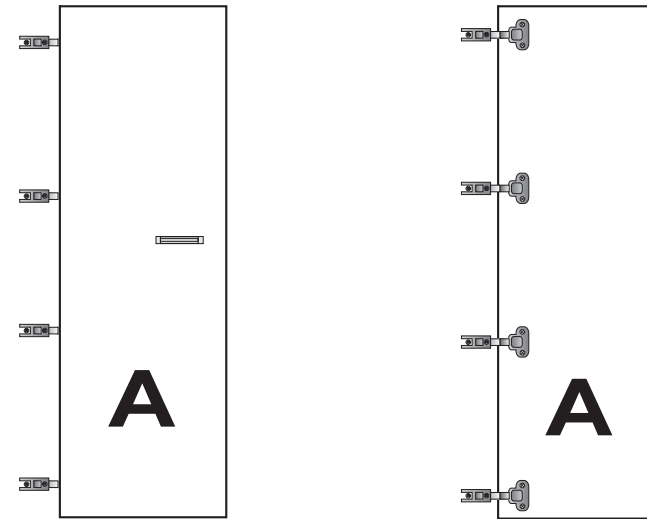
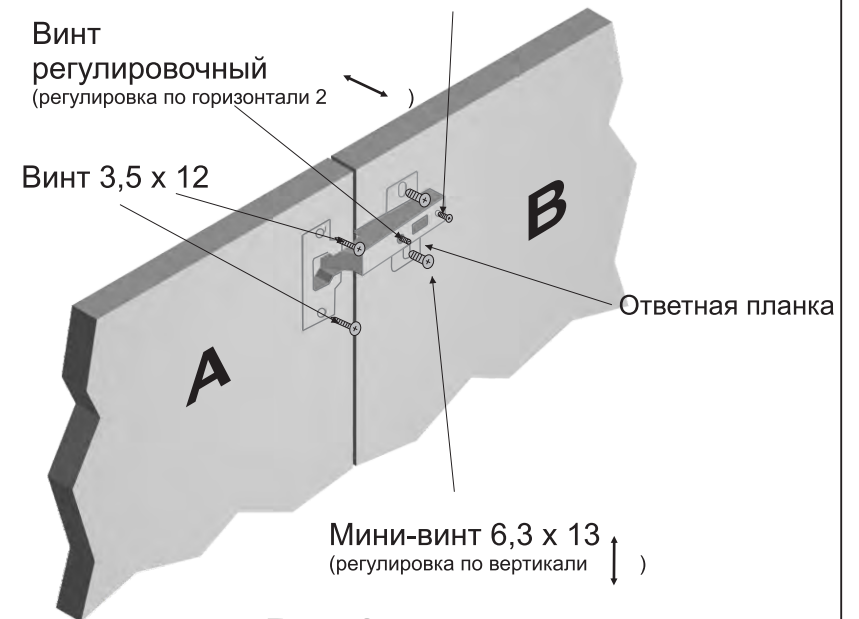

Рис.1
Рис.2
Сборка производится согласно Рис.1
Прикрутите ответные планки (1б) к боковине В, используя мини винты (2). Прикрутите шарниры (1а) к двери А винтами (2) (См. Рис. 1 - 2). Прикрепите дверь с шарнирами к ответным планкам, используя фиксирующие и регулировочные винты (См Рис. 2). Отрегулируйте положение двери по горизонтали и вертикали, с помощью регулировочных и фиксирующих винтов (См. Рис. 2). Используя подкладки для ручки (5) прикрепите ручку (4) к двери А, винтами прилагаемым к ручке.